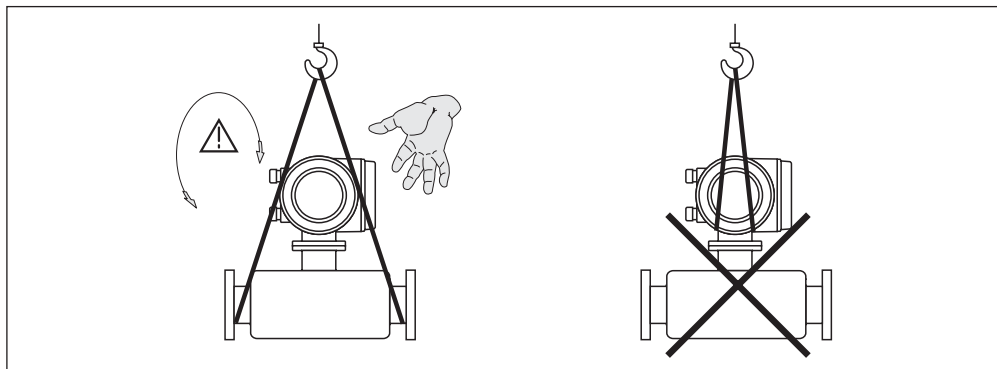

Рис. 4. Инструкция по транспортировке сенсоров с $> DN 40$ ($> 1\frac{1}{2}$ ")
- В случае выбора прибора в раздельном исполнении с номинальным диаметром $> DN 40$ ($> 1\frac{1}{2}$ ") не поднимайте его за корпус трансмиттера или клеммного отсека (рис. 4). Пропустите крепежные петли вокруг двух соединений к процессу. Не применяйте цепи, поскольку они могут повредить корпус.